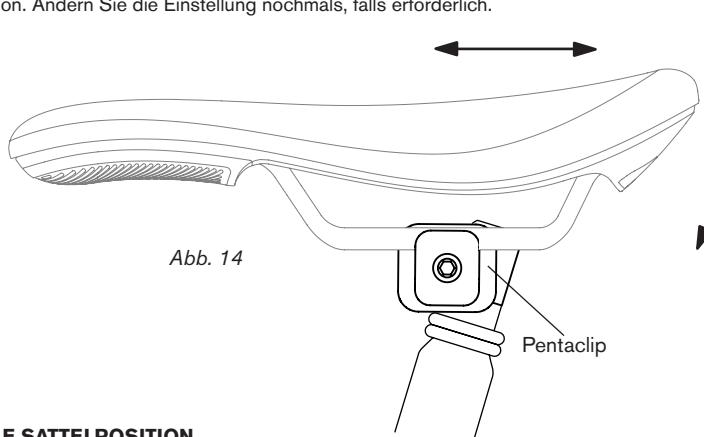

Abb. 14
Verschieben Sie die Sattelschienen in der Halterung so, dass sie ungefähr in der Mitte sind (auf halber Strecke zwischen der maximalen vorderen und hinteren Position). Bringen Sie den Sattel anschließend in die Waagrechte, sodass die Satteloberseite ungefähr waagrecht zwischen der Vorder- und Hinterkante liegt (Abb. 14). Wenn der Sattel in einer neutralen Position ist, ziehen Sie den Pentaclip auf 10 Nm an. Testen Sie die Sattelposition, Sie können sie einstellen und bequemer machen.
- Prüfen Sie, ob die Sattelhöhe bei vollem Ausfahren korrekt ist, geringfügige Anpassungen können durch leichtes Auf- und Abschieben des Pentaclip auf der Stütze vorgenommen werden (Abb. 14). Weitere Informationen finden Sie auf <https://www.brompton.com>